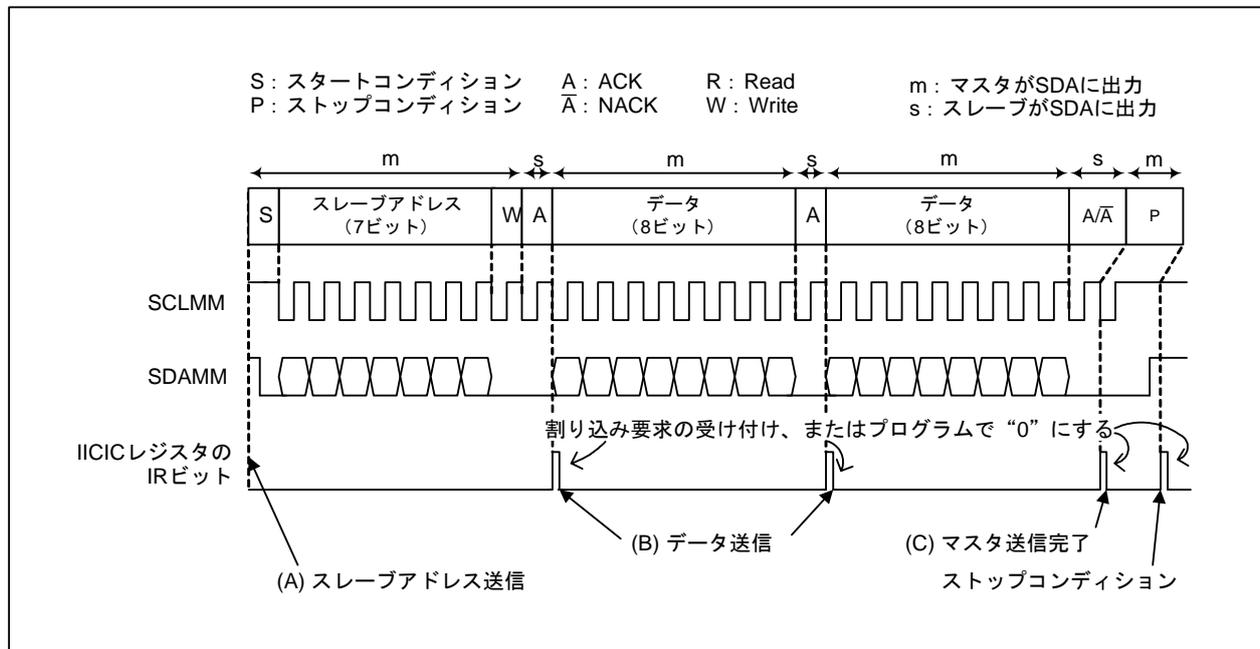

図 22.17 マスタ送信の動作例
マスタ送信の手順と動作を説明します。図 22.17 にマスタ送信の動作例を示します。「22.3.10.1 初期設定」は済んでいるものとします。また、図中の (A)~(C) では、それぞれ次に示すプログラムを実行するものとします。